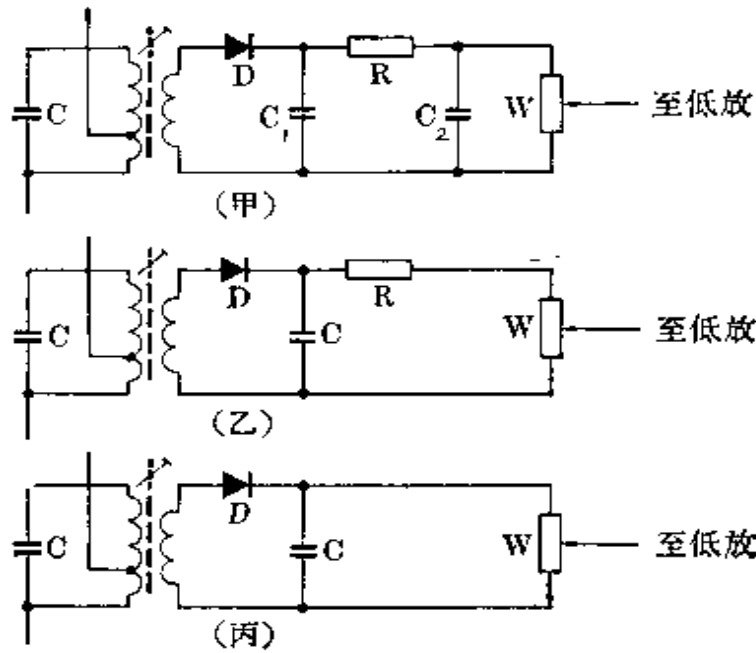

图 8-19
3. 检波电路：图 8-19 画出了超外差式收音机的三种检波电路。我们以图(甲)为例，看看检波的过程：前级输出的中频信号耦合给中频变压器次级。次级上获得的中频信号送给二极管  $D$  检波。检波后的输出电流由  $C_1$ 、 $C_2$ 、 $R$  组成的  $\pi$  型滤波器将残余的中频成份滤去，剩下的音频成份和直流成份流经电位器  $W$ ，在  $W$  两端产生音频信号电压降。电位器的滑动臂从  $W$  上取出音频信号通过低频耦合电容  $C_3$  送到低放级。调节电位器的滑动臂可以调节送往低放级音频信号电压的大小，从而控制收音机的音量。图(乙)、(丙)与图(甲)的电路区别在于滤波部分简单一些。图(乙)用了一只电容  $C$  和一只电阻  $R$  组成  $L$  型滤波器；图(丙)仅用了一只电容  $C$  以便让残余的中频信号成份从旁路通过。本章介绍的这只超外差式五管